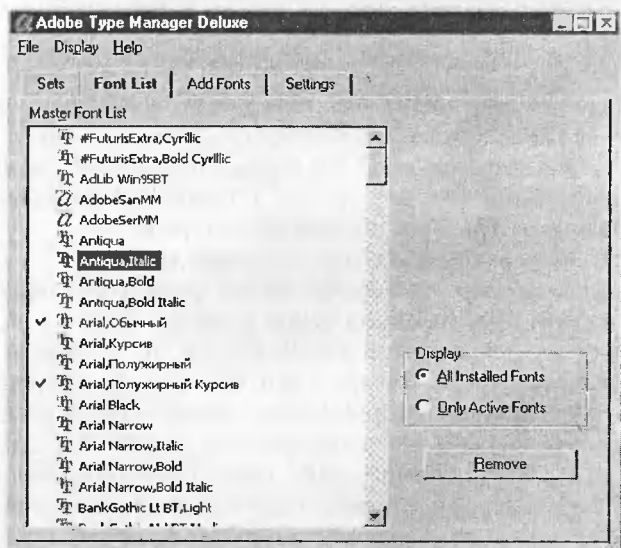

Рис. 1.35. Вкладка *Font List* (Список шрифтов) ATM Deluxe
- **Font List (Список шрифтов)** – на данной вкладке отображаются все шрифты, установленные в системе (включая шрифты Type 1). Активные шрифты отмечены «галочкой». Если требуется показать только активные шрифты, следует установить переключатель **Only Active Fonts** (Только активные шрифты). Чтобы удалить какой-либо шрифт, нужно выделить его и нажать кнопку **Remove** (Удалить) (см. рис. 1.35);